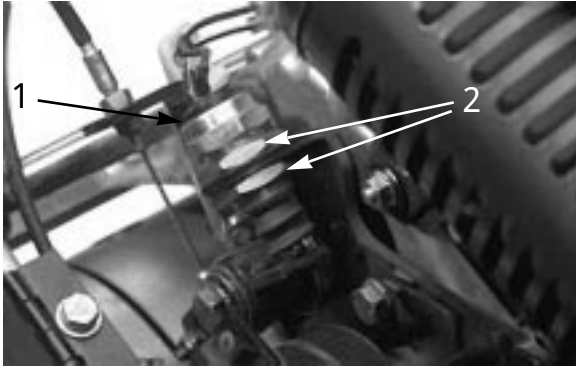

図 45
2. スイッチ固定ナット（2個：図45）をゆるめ、スイッチ・プランジャが3～6mm突き出る（スイッチ閉じる）ようにスイッチ位置を調整する。